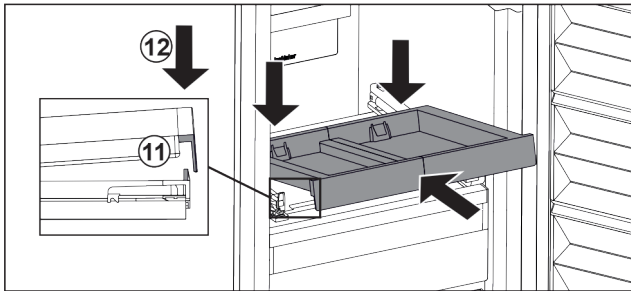

Fig. 37
- ▶ Вставити навкоси. Звертайте увагу, щоб з обох боків упор був за накладкою. Fig. 37 (11)
- ▶ Витяжну панель опустити спереду. Fig. 37 (12)